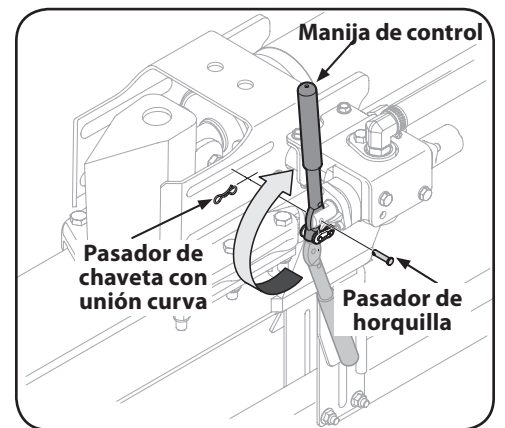

Figura 2-8
- Extraiga el pasador de horquilla y el pasador de chaveta con unión curva de la manija de control. Vea la Figura 2-8.
- Rote la manija de control hasta la posición de operación y sujétela con el pasador de horquilla y el pasador de chaveta con unión curva que se extrajo en el paso 1. Consulte la Figura 2-8.